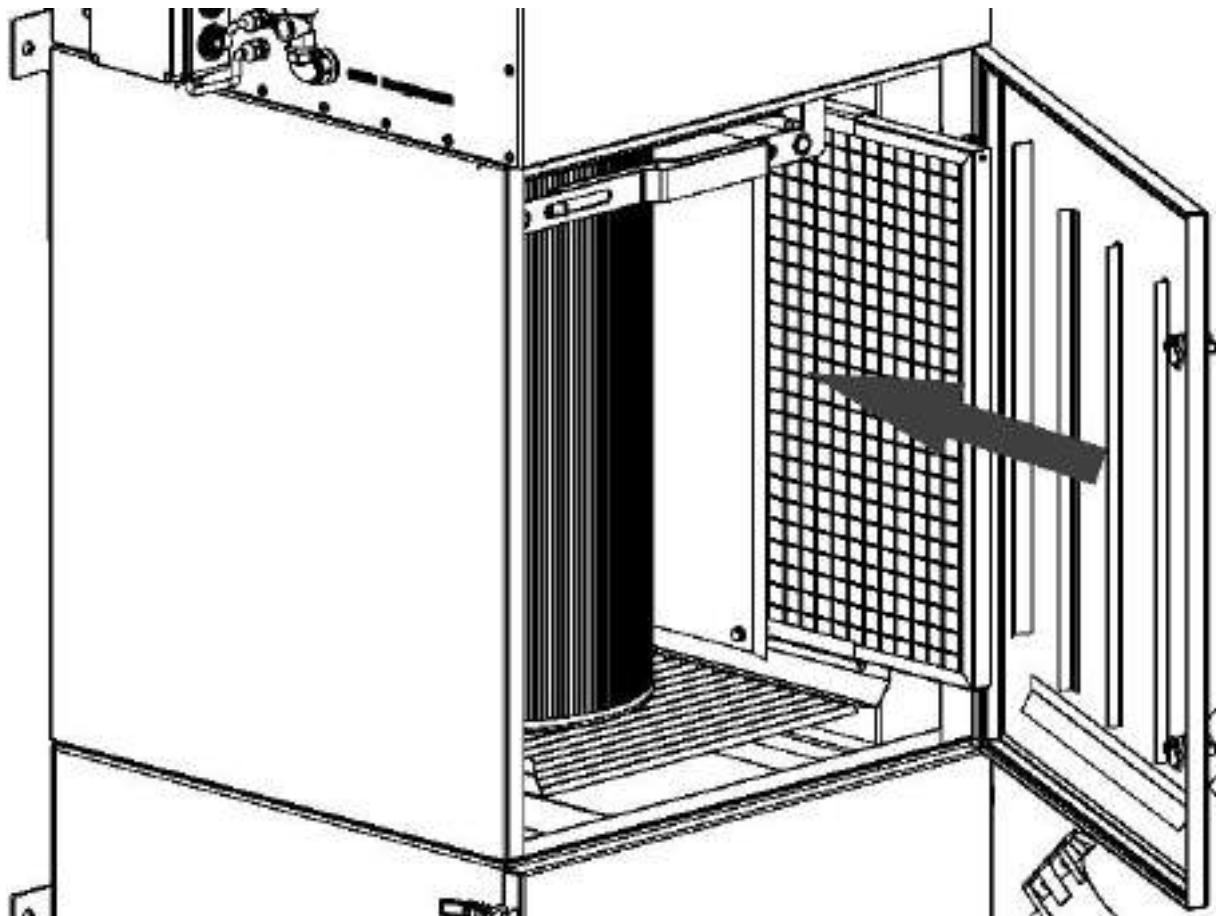

Рисунок 7
5.7.1 Префильтр является дополнительным комплектующим и устанавливается в фильтровальной камере для защиты картриджа. Для его монтажа необходимо открыть дверь фильтра, вставить префильтр между направляющим и задвиинуть в фильтровальную камеру до упора (рисунок 7). Плотно закрыть дверь фильтра.